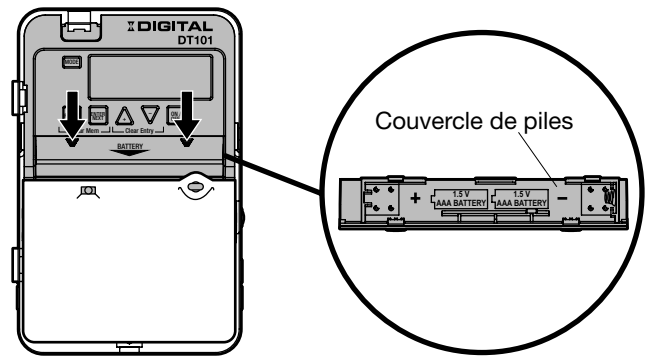

FIG. 6 Insertion des piles
1. Retirez le boîtier de piles en le coulissant vers le bas, vers le sens des flèches, puis placez les deux piles alcalines de type AAA. Assurez-vous que les piles sont orientées dans le sens indiqué sur la FIG. 6.
2. Vérifiez que l'affichage est **activé** (ON) pour vous assurer que les piles fonctionnent. Si l'écran affiche des renseignements brouillés, appuyez sur le bouton **RESET** (RÉINITIALISER) pour résoudre le problème.